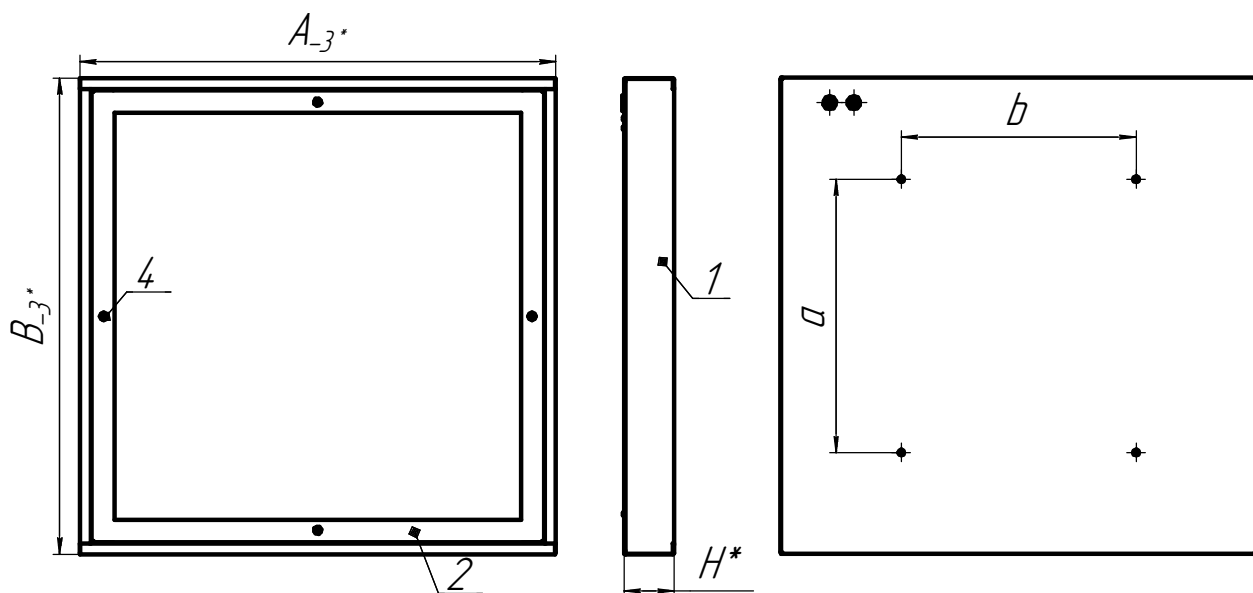

Рисунок 1 - Светильник ДПО15
6.3 Снимите обечайку (поз.2) рисунок 1, предварительно открутив 4 винта (поз.4).
6.6 Установите обечайку в сборе (поз.2) рисунок 1, на корпус в сборе (поз.1), предварительно закрутив 4 винта при помощи отвертки (поз.4).